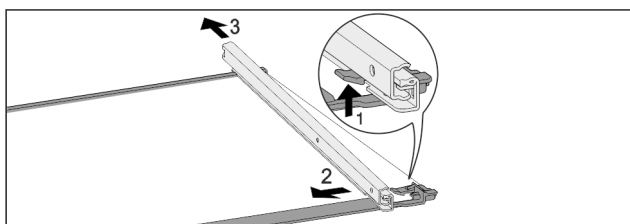

Fig. 84 Steklena plošča z vodili
- ▶ Sprednji zaskočni kaveljček potisnite navzgor. Fig. 84 (1)
- ▶ Izvlačno vodilo potisnite Fig. 84 (2) na stran Fig. 84 (3) in nazaj.